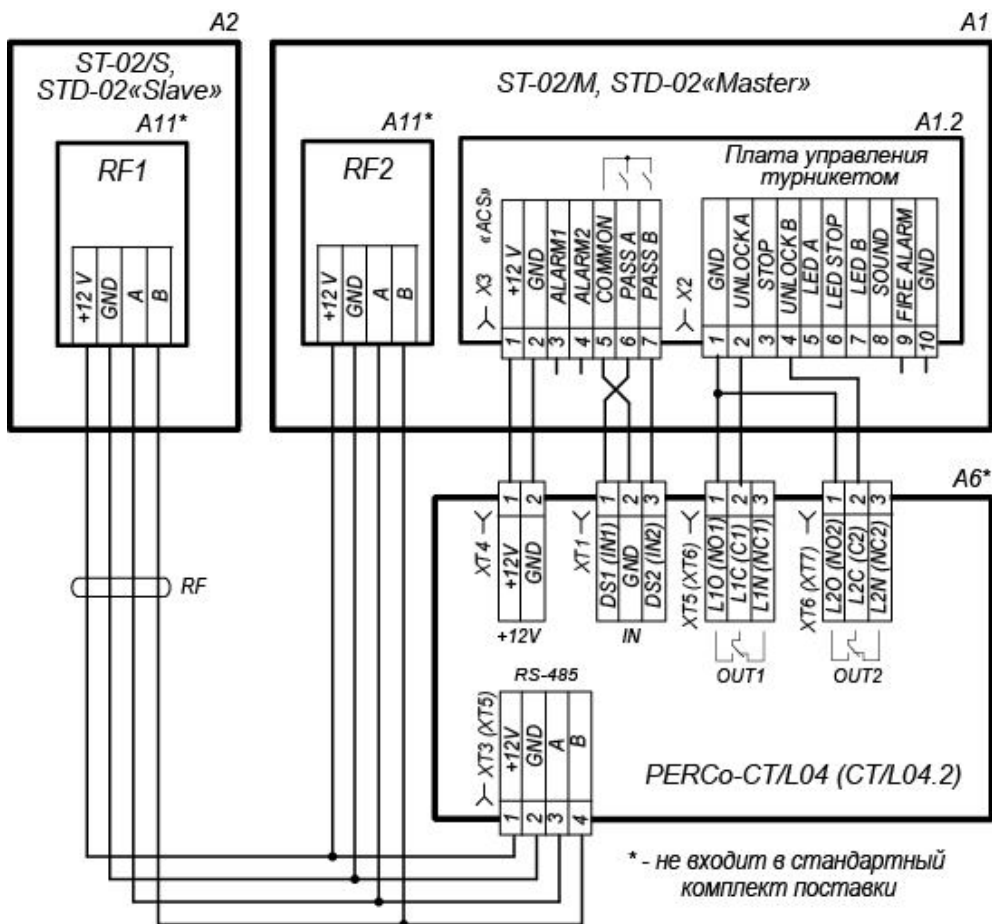

Рисунок 18. Вариант подключения к турникету контроллера СКУД PERCo-CT/L04
- каналы, соединяющие отверстия для ввода кабелей противоположных секций (сторон двусторонней секции) одной зоны прохода – для подвода соединительных кабелей DC (9) и CAN (10)¹, а также по необходимости при установке встроенных в турникет считывателей – кабель для соединения считывателя из секции *Slave* с контроллером СКУД (кабель RF на схемах на рис. 16 и рис. 18).
Для удобства входы и выходы встраиваемого в турникет контроллера СКУД могут подключаться не к контактам DIN-рейки, как показано на схеме (рис. 17), а непосредственно к соответствующим им контактам платы управления (разъемы **X2** и **X3**, рис. 6). Вариант схемы подключения представлен на рис. 18.